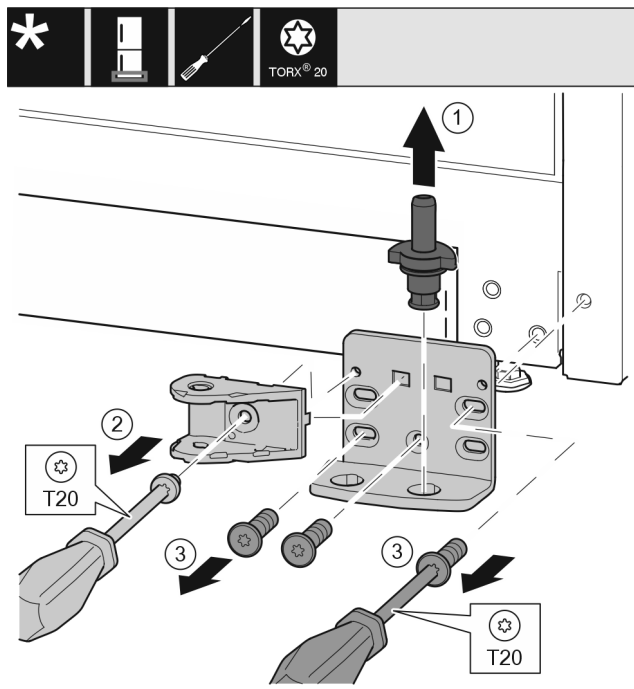

Fig. 23
- ▶ Ležajni sornik v celoti izvlecite navzgor. Fig. 23 (1)
- ▶ Vijak odvijte z izvijačem T20 in snemite spoj blažilnika za zapiranje vrat. Fig. 23 (2)
- ▶ Vijake odvijte z izvijačem T20 in snemite ležajni podstavek. Fig. 23 (3)